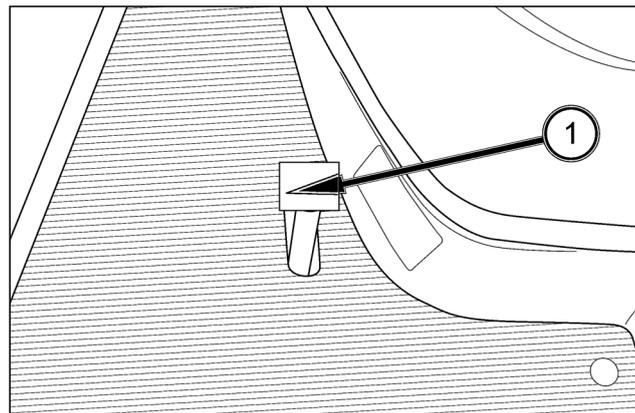

FIG. 49
FIG. 49: Cuando el pedal de bloqueo del diferencial (1) está accionado, los dos ejes traseros están bloqueados para asegurar una motricidad idéntica en las dos ruedas traseras. Es especialmente importante cuando se trabaja en suelo suelto o un terreno resbaladizo.